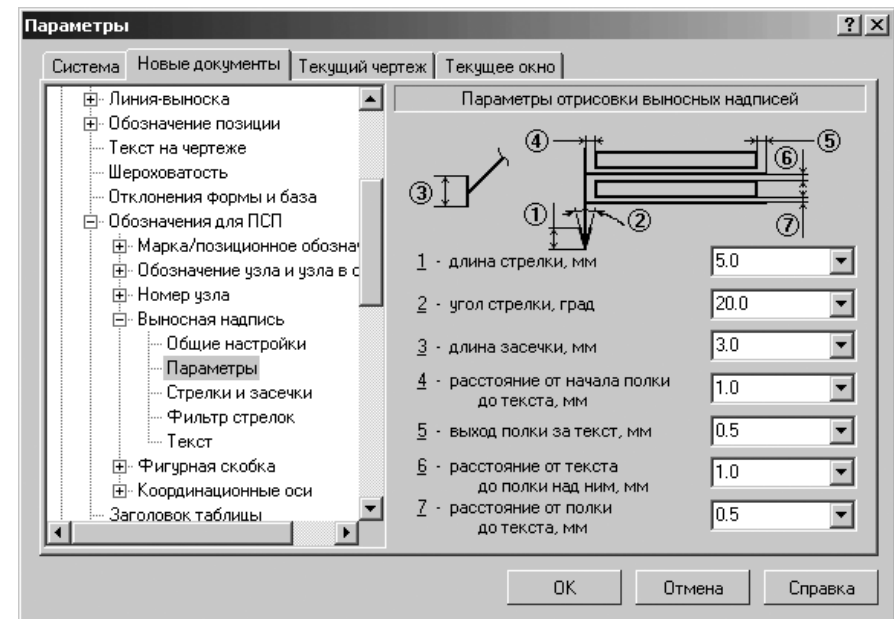

Рис. 10.62. Диалоговое окно **Параметры** с открытой вкладкой **Новые документы** и панелью **Параметры отрисовки выносных надписей**
- щелкните в списке настраиваемых элементов **+** **Выносная надпись** по пункту **Параметры**. В правой части появится панель **Параметры отрисовки выносных надписей**, показанная на рис. 10.62.